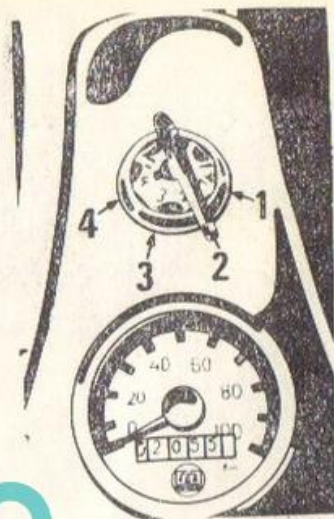
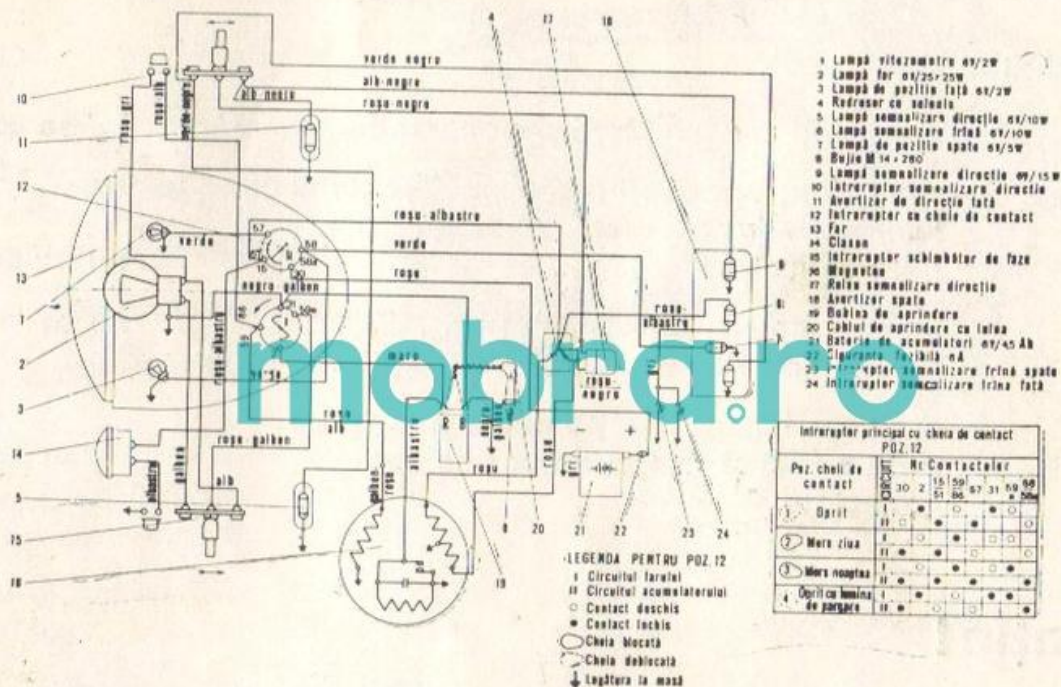

Fig. 5.
Fig. 11.
3. Introduceți cheia în întrerupătorul principal (fig. 5) și rotiți-o în poziția „2”.
Înterupătorul principal (fig. 5) conectează elementele instalației electrice (fig. 11), astfel :